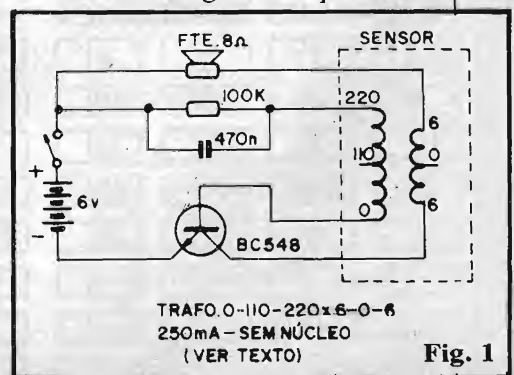

Fig. 1
- FIG. 1 - Diagrama esquemático